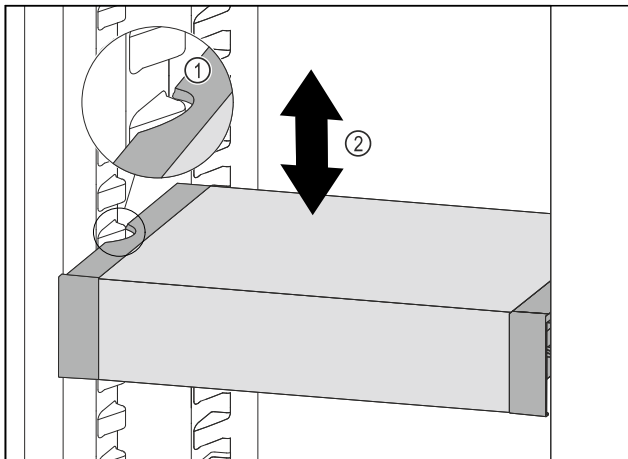

Fig. 98
- ▶ Tirare VarioSafe in avanti fino a quando le cavità laterali di VarioSafe non si trovano al livello della nervatura del contenitore nel vano frigorifero. Fig. 98 (1)
- ▶ Spostare VarioSafe verso l'alto o verso il basso nel vano frigorifero fino a raggiungere l'altezza desiderata. Fig. 98 (2)